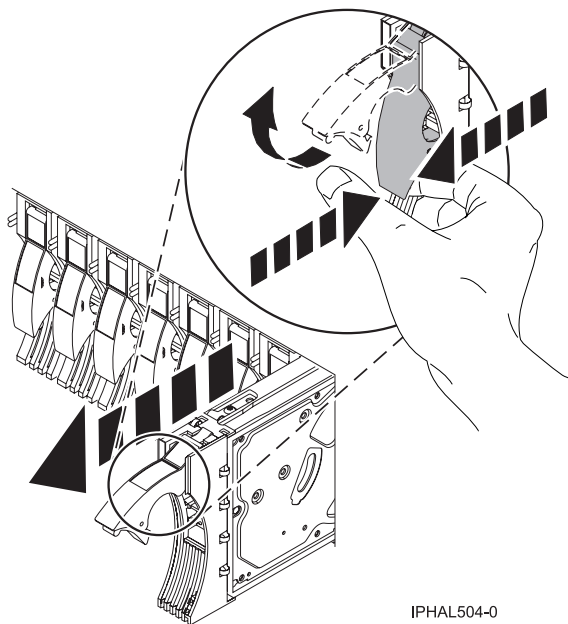

Figure 92. Retrait d'une unité de disques sur un modèle or 7311-D20
1. Déverrouillez la poignée de l'unité de disques en appuyant dessus et en la tirant vers vous (voir figure 92).